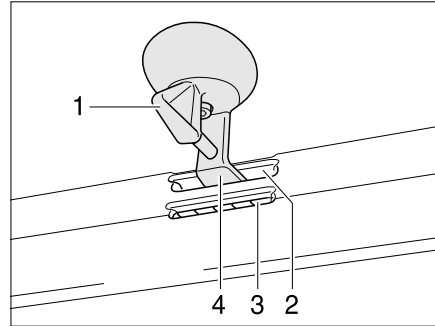
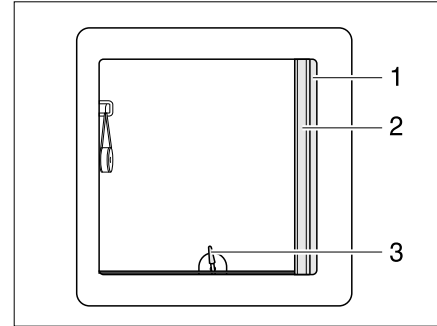

Bild 61 Kipp-Dachhaube, Verriegelung
Bild 62 Kipp-Dachhaube
- Den Hebel (Bild 61,1 bzw. Bild 62,3) eine viertel Umdrehung drehen.
- Den Hebel eine viertel Umdrehung drehen. Die Verriegelung (Bild 61,4) muss in die untere Öffnung (Bild 61,3) gleiten.
- Den Hebel eine viertel Umdrehung drehen. Die Verriegelung (Bild 61,4) muss in die obere Öffnung (Bild 61,2) gleiten.
- Die Faltverdunklung (Bild 62,1) ausziehen und an gewünschter Position loslassen. Die Faltverdunklung bleibt in dieser Position stehen.
- Insektenschutzrollo (Bild 62,2) ausziehen, bis es an der Verriegelung an der gegenüberliegenden Seite einrastet.